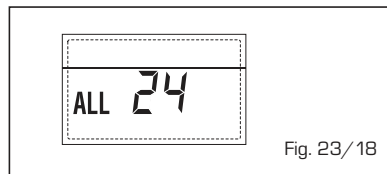

Fig. 23/18
- ANOMALÍA Sonda ACUMULADOR SOLAR (S2) "ALL 25" (fig. 23/19)